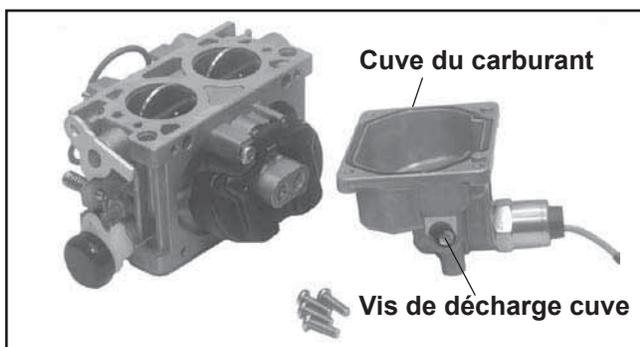

Figure 5-22. Cuve du carburant enlevée du carburateur.
- Avant de démonter le carburateur, nettoyer les salissures et les corps étrangers des surfaces externes. Enlever les quatre vis et séparer la cuve du carburant du carburateur. Mettre le carburant restant dans un conteneur approuvé. Enlever et éliminer les vieux joints toriques d'étanchéité. Il est également possible de drainer le carburant avant d'enlever la cuve en desserrant/enlevant la vis de décharge de la cuve. Voir la Figure 5-22.